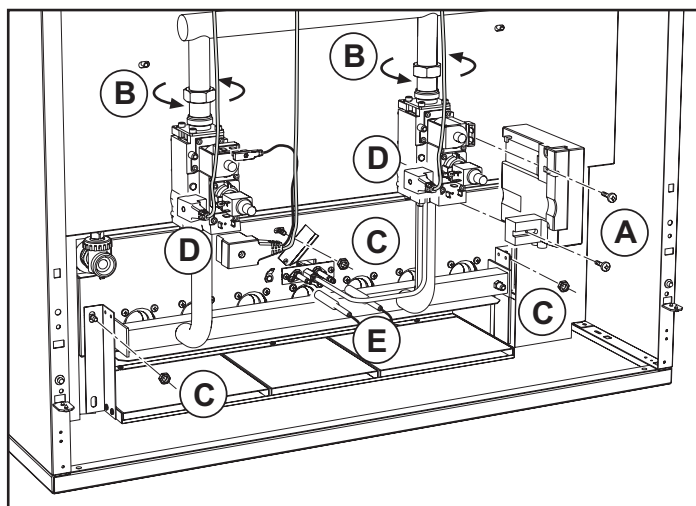

fig. 10 -
- Desfaceți cele două șuruburi (A, fig. 10 și 11) care fixează unitatea electronică de control al flăcării la valva de gaz și scoateți-o de pe aceasta.
- Desfaceți șuruburile care fixează conectoarele (D) la valvele de gaz și scoateți-le de pe acestea.
- Deconectați cablurile (E) pentru aprindere și ionizare de la grupul de electrozi.
- Deșurubați piulițele (B) care fixează țeava de alimentare cu gaz din amonte de valvele de gaz.
- Deșurubați piulițele (C) care fixează ușa camerei de ardere de elementele din fontă ale centralei.